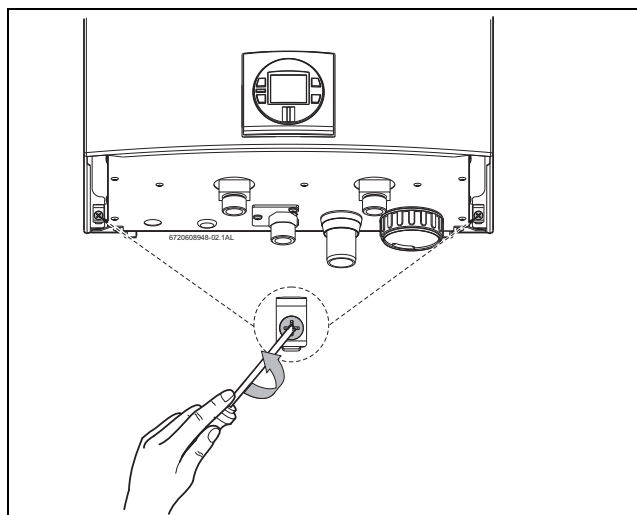

Рис. 23 Відгвинтіть два гвинти
- ▶ Відгвинтіть два гвинти з хрестоподібним шліцом в нижній задній частині кожуха (Рис. 23).